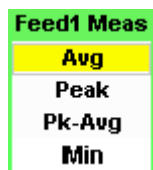

図 2-56 測定タイプ・ポップアップ
- 5  を押して **Feed Measurement** ポップアップを表示し（図 2-56 を参照）、 と  を使用して測定タイプを割り当てます。